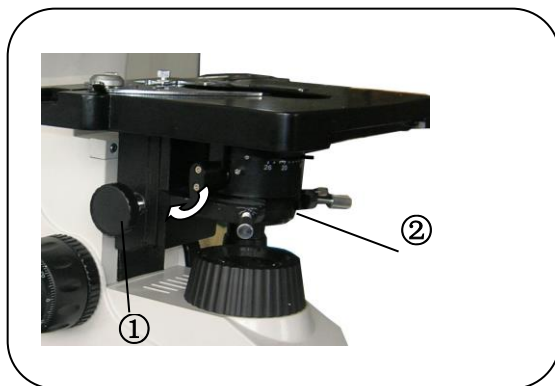

Fig. 8.
8. Condenser adjustment (Fig. 8.)